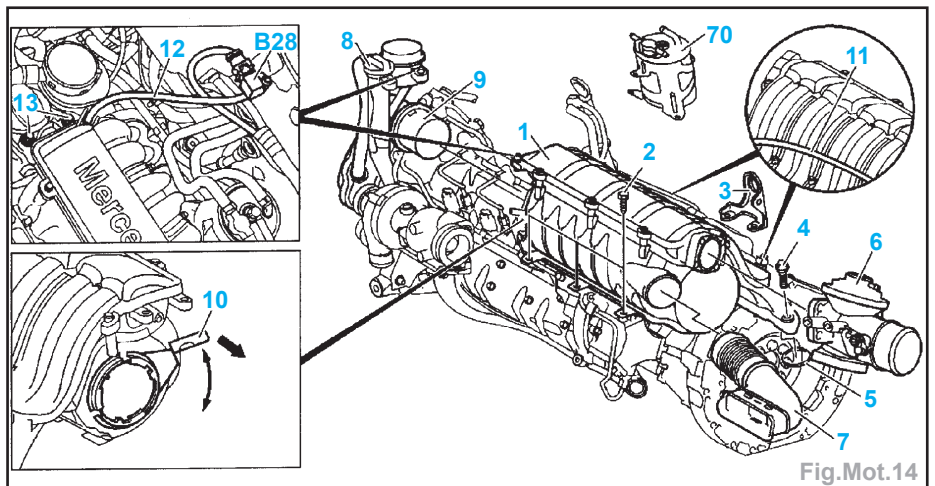

Fig.Mot.14
- Déposer le flexible d'aspiration d'air (7) et le boîtier d'air (6) (Fig.Mot.14).
- Démontez le filtre principal à carburant (70) sur le module d'admission (1) et le mettre de côté ; les conduites de carburant étant toujours fixées dessus.
- Dégraffer la conduite de dépression (11) puis retirer le flexible (12) sur le capteur (B28).
- Déposer le séparateur d'huile ainsi que la tubulure de remplissage d'huile (8) sur le module d'admission (1).
- Déposer les vis (2) et (4).
- Séparer le module d'admission (1) de la culasse.
- Basculer le levier de verrouillage (10) sur le module d'admission (1) d'abord sur le côté, puis vers le bas (flèche).
- Démontez le module d'admission (1) sur le tuyau d'admission (9) et le déposer.
- Remplacer les joints (5) (Fig.Mot.14).